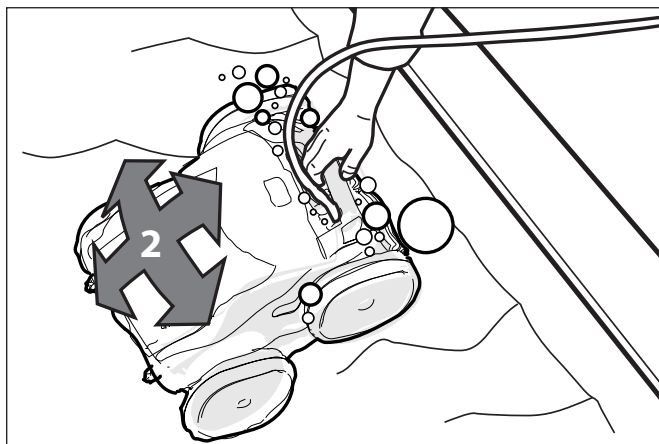

Figure 13. Nettoyeur s'enfonçant au fond de la piscine
3. Assurez-vous que l'unité coule au fond de la piscine et ne flotte pas (Figure 13).